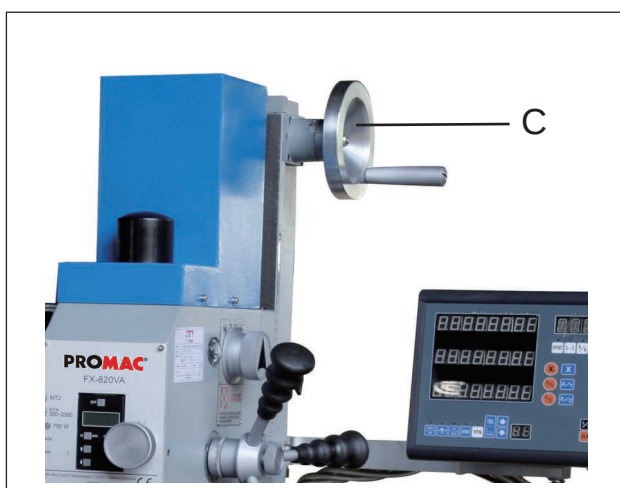

Fig. 05
- a) Pour lever ou abaisser la tête de la machine, commencez par desserrer le boulon de blocage (voir p. 22/ Fig 05). A l'aide de la manivelle, vous pourrez monter ou descendre la tête de la machine à votre convenance.
Manivelle de réglage de la tête (C, Fig. 05)